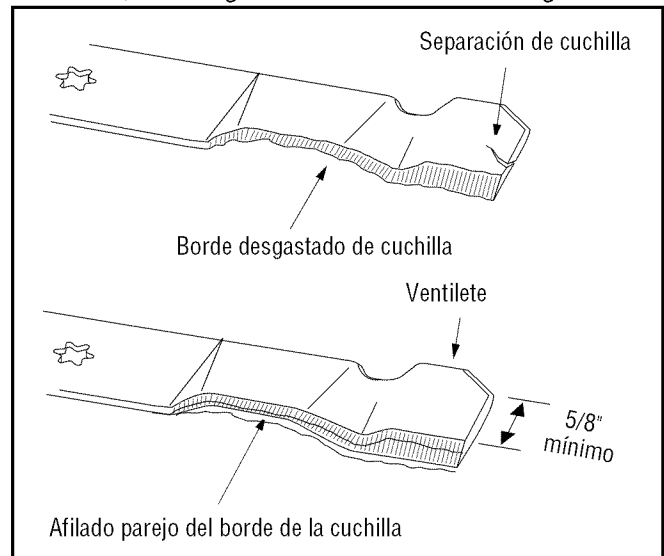

Figura 23
- Para afilar las cuchillas de corte de forma adecuada, extraiga cantidades iguales de metal de ambos extremos de las cuchillas a lo largo de los bordes cortantes, de forma paralela al borde de caída, a un ángulo de 25° a 30°. Vea la Figura 23.
IMPORTANTE: Si el borde de corte de la cuchilla ya ha sido afilado hasta dentro de 5/8" del radio del ventilete, o si existe una separación de metales, reemplace las cuchillas con otras nuevas. Vea la Figura 23.